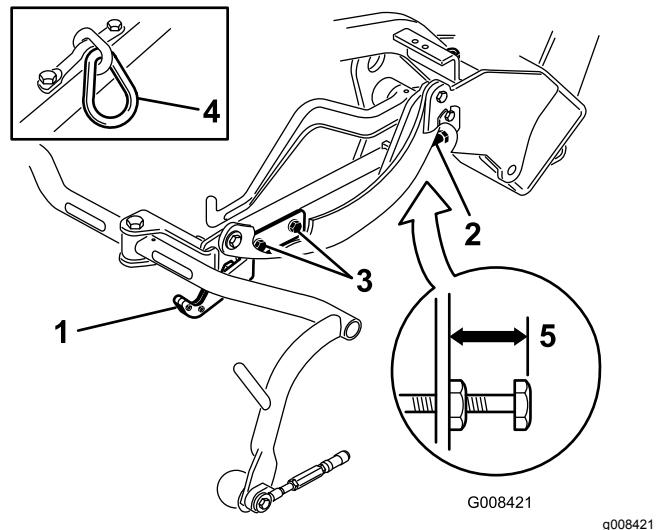
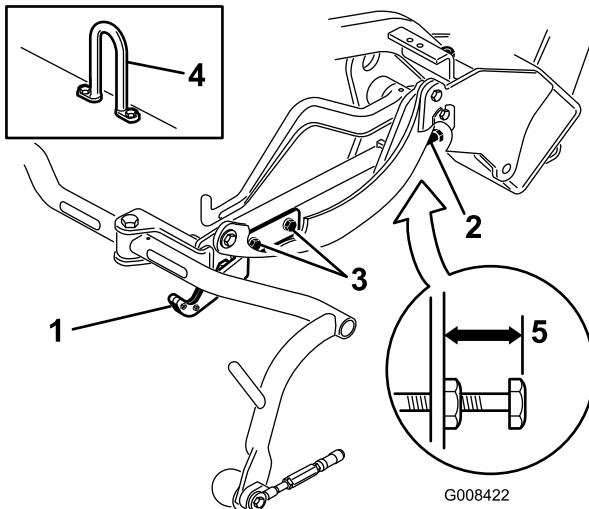

**Bild 13**
Bild 15
3. An Schneideeinheiten, die ein Kettenlied oder einen geraden Hubhaken haben (Bild 14 und Bild 15, Einsatz) müssen Sie darauf achten, dass der Abstand von der Oberkante der Einstellschraube am Trägerrahmen bis zur Rückseite des Trägerrahmens 22 mm beträgt. Sollte der Abstand nicht 22 mm sein, gehen Sie auf Schritt 4. Wenn die Schneideeinheit mit einem Versatzhublenker (Bild 13) ausgestattet ist, gehen Sie auf den nächsten Schritt.
Prüfen Sie die Transporthöhe (Bild 14 und Bild 15) und stellen Sie diese ggf. ein.
2. An Schneideeinheiten, die einen Versatzhubhaken haben (Bild 13, Einsatz) müssen Sie darauf achten, dass der Abstand von der Oberkante der Einstellschraube am Trägerrahmen bis zur Rückseite des Trägerrahmens 25 mm beträgt. Sollte der Abstand nicht 25 mm sein, gehen Sie auf Schritt 4.
4. Lockern Sie die Befestigungsschrauben an der Transportplatte (Bild 14, Bild 15 und Bild 13).
7. Wenn die Trägerrahmen nicht dieselbe Höhe aufweisen, lösen Sie die Klemmmutter an der Einstellschraube des Trägerrahmens (Bild 13, Bild 14 und Bild 15). Drehen Sie die Schraube raus, um den Trägerrahmen anzuheben, oder drehen Sie die Schraube rein, um ihn abzusenken. Ziehen Sie die Klemmmutter wieder an, nachdem Sie die korrekte Höhe eingestellt haben.